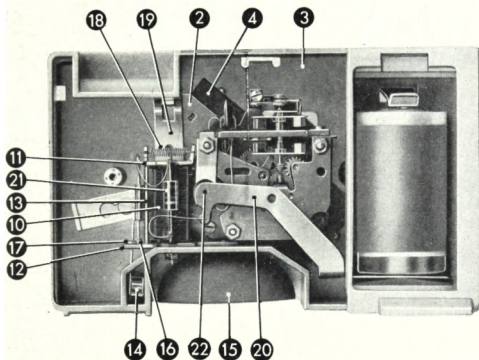
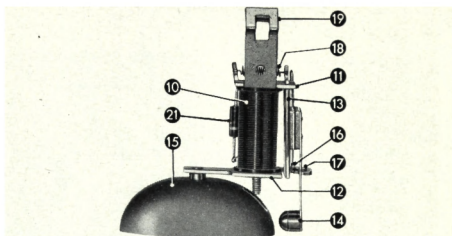

Fig. 34
Fig. 39
Premier réveil électrique mondial à transistor, le calibre AR (figure 34) est une adaptation du calibre AN. Le mouvement proprement dit est donc un AN dont on trouvera la description au Chapitre IX (page 32).
La figure 39 représente la sonnette. Elle se compose d'une bobine (10) enroulée autour d'un noyau de fer doux terminé par deux masses polaires (11 et 12) et d'une armature (13) qui, pivotant sur la masse (11), est attirée par la masse (12) lorsque le courant passe dans la bobine (10). L'armature porte le marteau (14) qui frappe sur la clochette (15) ainsi qu'un plot en argent isolé (16) et disposé de telle façon qu'il puisse venir en contact avec un autre plot en argent (17) solidaire de la masse (12). Sous l'action du ressort (18) l'armature (13) est maintenue éloignée de la masse (12) les plots (16 et 17) étant en contact. Une résistance (21) montée en parallèle sur l'enroulement de la bobine sert à absorber les étincelles entre les contacts.
a) Si le mouvement marche et que la sonnerie ne fonctionne pas, la localisation du défaut est facile. La panne peut provenir soit de la sonnette elle-même, soit du système de déclenchement. Il faut donc vérifier d'abord si la sonnette fonctionne. Souder deux fils électriques aux pôles d'une pile dont la tension aura été vérifiée à 1,3 volt minimum. Faire toucher un fil à la barre de connexion (20) (figure 34) et l'autre à la lame (19). La sonnette doit fonctionner. Si ce n'est pas le cas, vérifier la soudure du fil de la sonnette à la barre de connexion (20) reliée directement au pôle — de la pile. Vérifier que la lame (19) (figure 39) appuie bien sur la plaquette de contact (2) lorsque le bouton d'arrêt est relevé. S'assurer que la résistance (21) est bien isolée de toute partie métallique de la sonnette. Les deux fils de sortie de la résistance doivent être dans le vide situé entre la bobine et le fond du boîtier et ne doivent être en contact avec aucune pièce de la sonnette.
- plots (16) et (17) figure 39,
- ressort (19) et plaquette (2) figure 34.